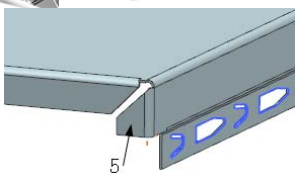
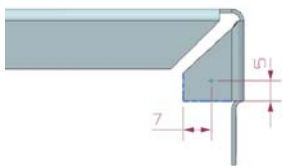

图 5-101 选择放置面
图 5-102 定位尺寸
(1) 选择“菜单(M)”→“插入(S)”→“设计特征(E)”→“孔(H)”, 或单击“主页”选项卡“特征”面组“更多”库下的“孔”按钮, 打开“孔”对话框。
(2) 在“直径”和“深度”文本框中都输入 5。
(3) 在视图区选择图 5-101 所示的面 5 为孔放置面。进入草图绘制环境, 绘制图 5-102 所示的草图。单击“完成”按钮, 草图绘制完毕。